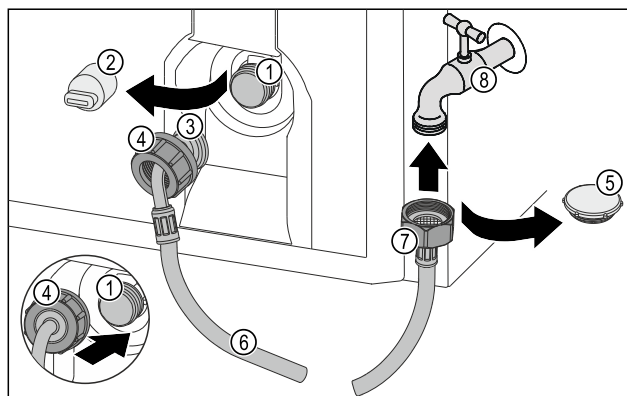

Fig. 47
- ▶ Îndepărtați capacul Fig. 47 (5).
- ▶ Atașați capătul furtunului drept Fig. 47 (7) pe robinetul de apă Fig. 47 (8).
- ▶ Strângeți ferm piulița pe capătul furtunului drept Fig. 47 (7) în sens orar.